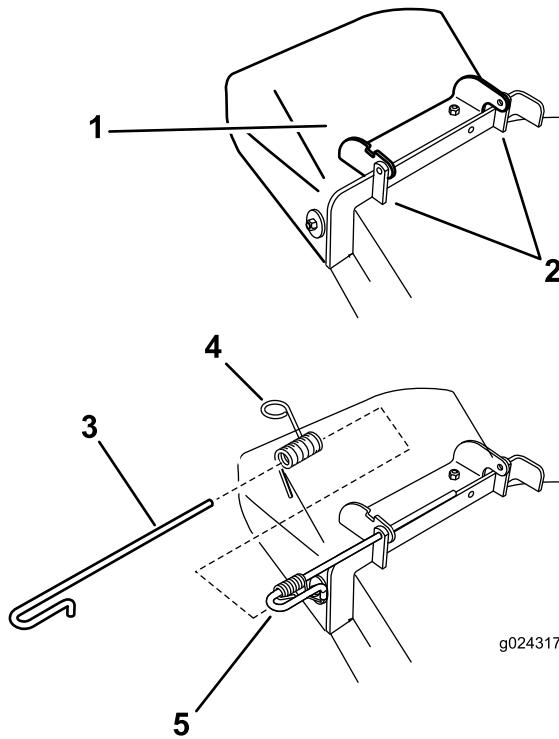

Figura 68
1. Retire la chaveta del extremo de la varilla (Figura 68).
2. Desenganche el muelle de la muesca del soporte del deflector, y retire la varilla de los soportes soldados de carcasa, el muelle y el deflector de descarga (Figura 68).
3. Coloque el nuevo deflector de descarga con los extremos de los soportes entre los soportes soldados de la carcasa (Figura 68).
7. Instale la chaveta en el extremo de la varilla (Figura 68).